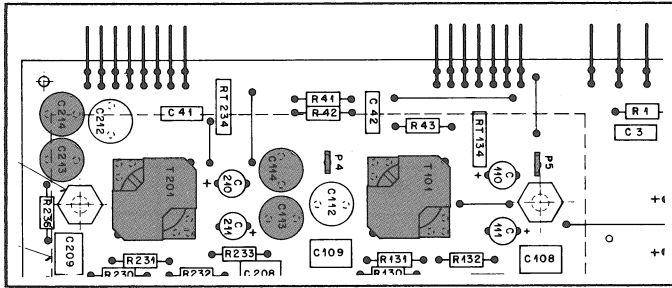

Fig. 9
- résélectionner Edit et régler au potentiomètre RA4 (fig. 9) la traction de bande Edit de manière que la bande sorte à peu près d'autant dans les deux sens lorsqu'on avance de la même manière.
- Relier le multimètre analogique avec "-" à P5 (CH1) ou P4 (CH2) de l'ERASE AMPLIFIER BOARD (fig. 9) et "+" au point de mesure 37 de l'EXTENDER BOARD.